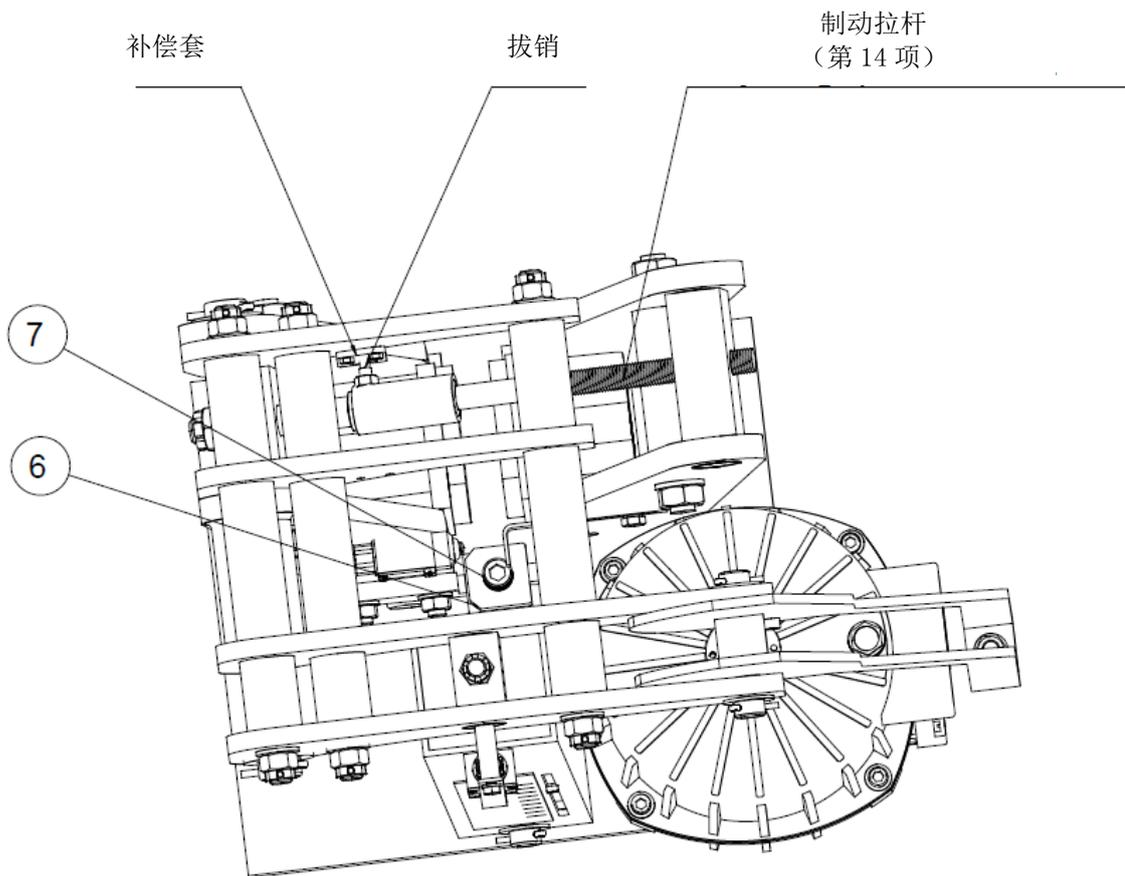

图 8.4
DS 系列制动器有两种类型，分别是手动摩擦片磨损调整的 FEM 系列，以及自动摩擦片磨损调整的 FEA 系列。FEA 系列制动器很明显，在制动拉杆（第 14 项）上有一个自动补偿装置，详见图 8.4。
- 松开图 8.4 的补偿套和拔销，然后旋回制动拉杆（第 14 项）直至你有足够的空间来安装新的摩擦片。
活塞杆棒处于图 8.4 的右侧，表明活塞杆全部进入了推动器内部，弹簧力无法作用到制动盘上，这时是最危险的！必须避免此种情形的发生。